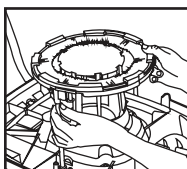

FIGURA 21
28. Alinear las lengüetas del cepillo a la abertura de las unidades de bloqueo en las varas. Meter las lengüetas del cepillo en las unidades de bloqueo en las varas. El cepillo quedó colocado en su lugar. **FIGURA 21.**